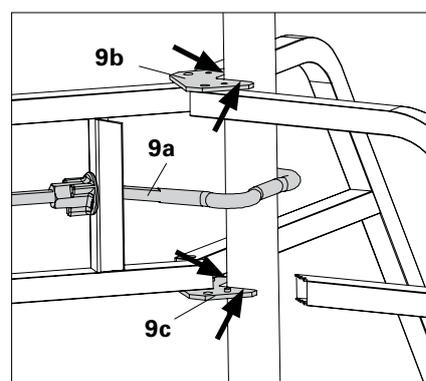

Fig. A1.04a
3. Veiller à ce que l'étau de dalle soit appliqué contre les plaques de raccordement supérieure et inférieure (9b et 9c). (Fig. A1.04a)